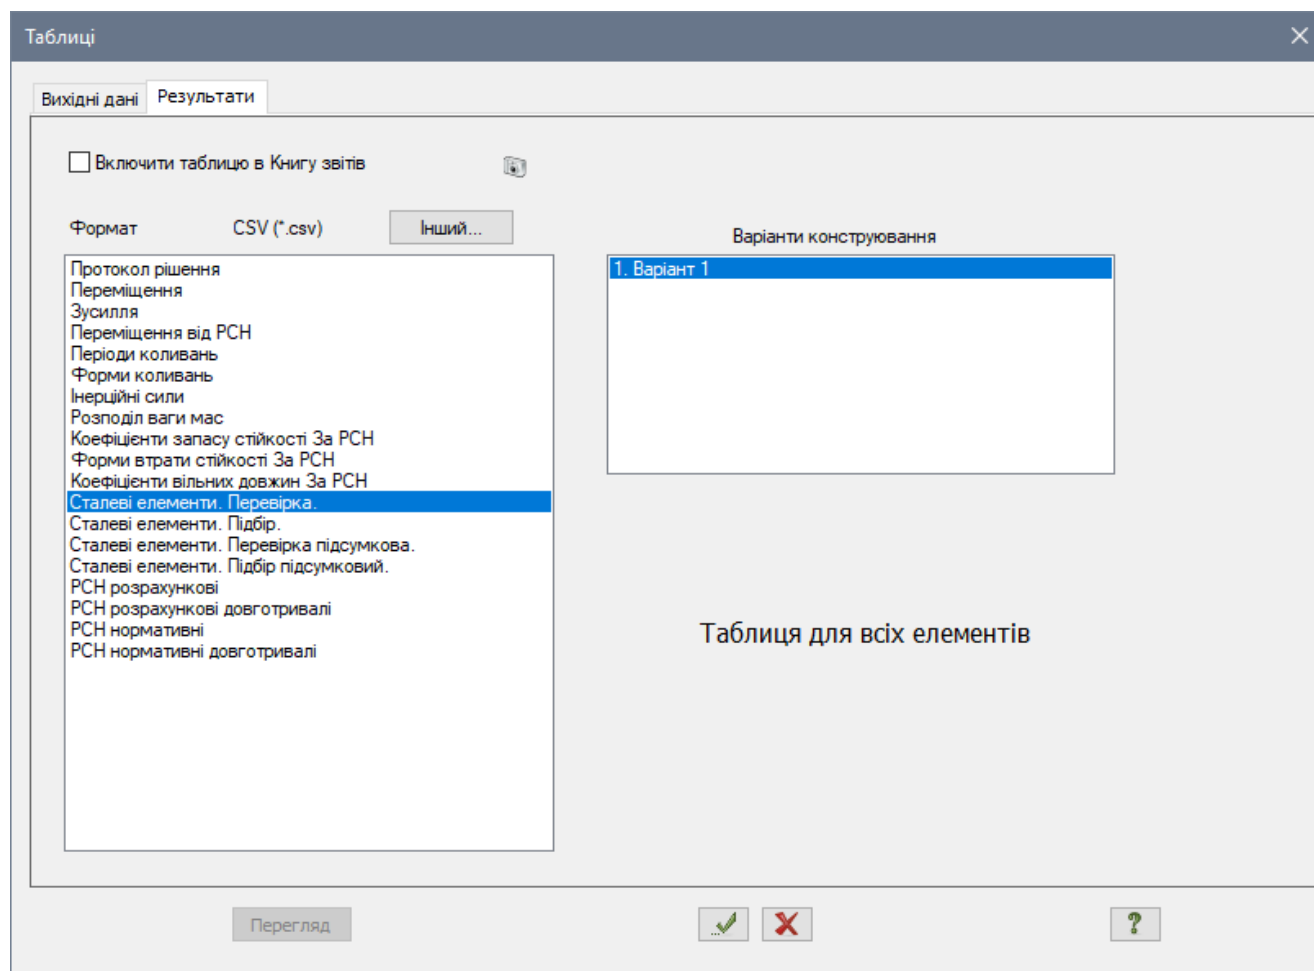

Рис. 3.37. Діалогове вікно Таблиці
- Відкрийте діалогове вікно **Таблиці** (рис. 3.37), вибрав команду  – **Таблиці результатів для сталі** в розкритому списку **Документація** (панель **Таблиці** на вкладці **Сталь**).